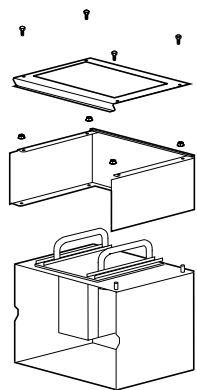
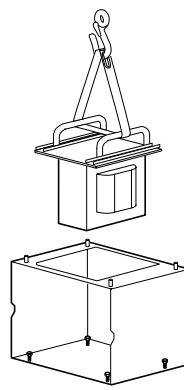

Abbildung 2
Abbildung 3
- 1 Demontieren Sie zur späteren Installation zuerst die Einzelteile der DC-Drossel (Abbildung 2) und entfernen Sie diese mit Hilfe eines Hebezeugs (Abbildung 3).
- 2 Lösen Sie die Befestigungsschrauben (Abbildung 3) der Drosselhalterung auf der Palette.